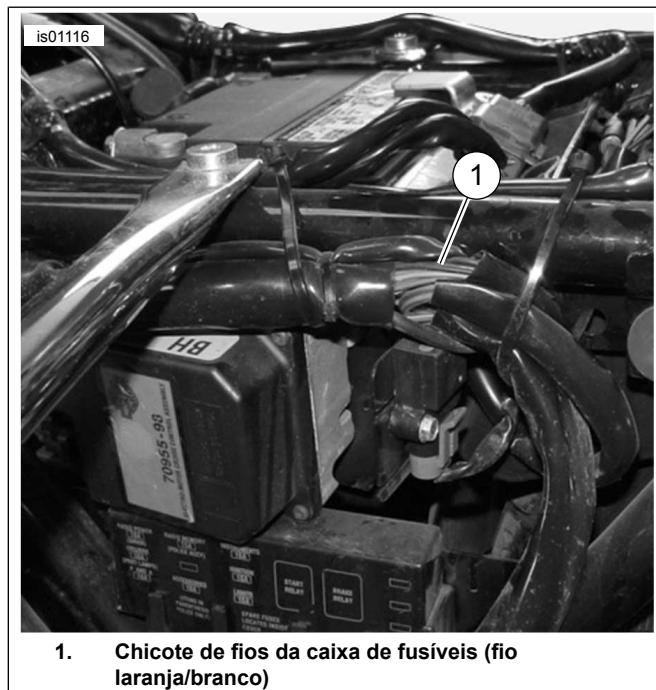

Figura 11. Chicote de fios da caixa de fusíveis atrás da tampa lateral esquerda, modelos Touring ano 2003 ou anteriores (FLHTCUI mostrado)
1. Veja Figura 11. Abra com cuidado uma área da proteção do chicote de fios principal dentro da tampa lateral em um ponto acessível. Corte um fio de alimentação laranja/branco do chicote de fios principal.